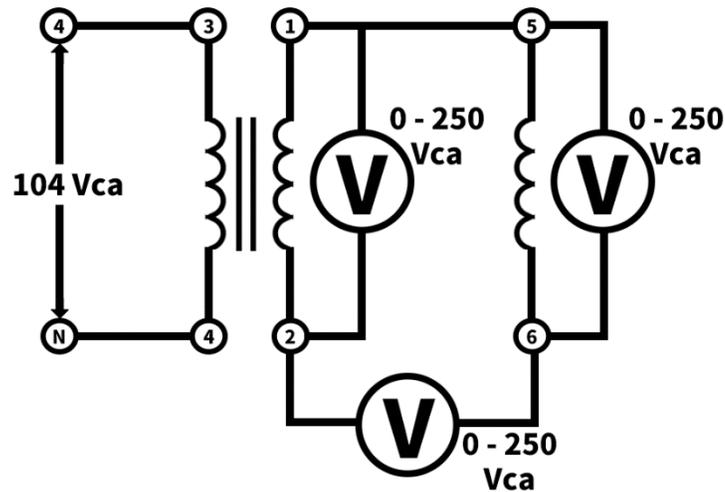

Figura 2-3
a) Conecte el circuito ilustrado en la Figura 2-3, utilizando el Módulo EMS de medición de ca. Observe que la terminal 1 se conecta con la 5.